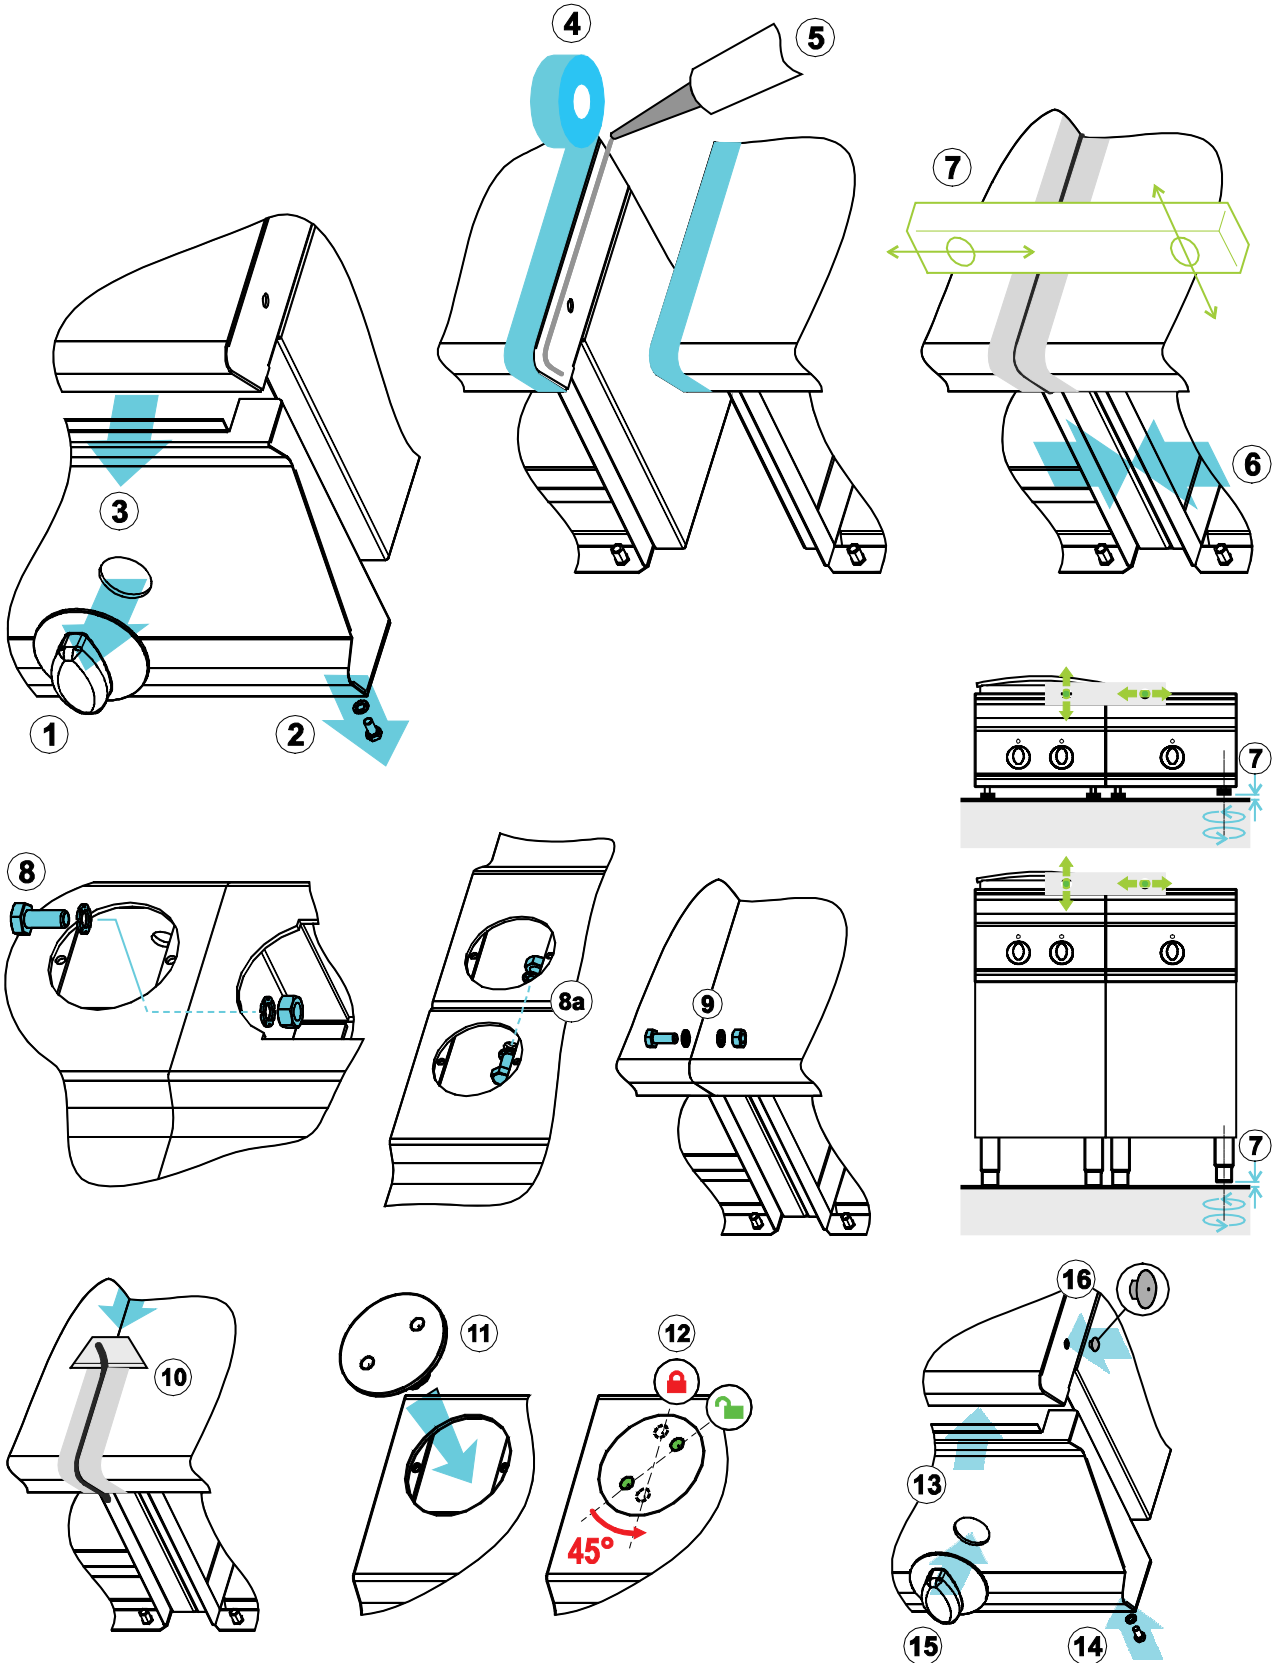

Fig.2 – Abb.2 – рис.2
Prima di procedere al collegamento rilevare i dati tecnici: tensione, frequenza, numero fasi e potenza sulla targhetta caratteristiche, necessari per l'alimentazione dell'apparecchiatura. L'installatore deve provvedere al collegamento previa interposizione di un interruttore principale, che deve interrompere l'erogazione d'energia in modo omnipolare. I contatti in apertura devono avere tra loro una distanza minima di almeno 3 mm per polo. Il dispositivo d'interruzione deve essere facilmente accessibile. Il cavo non deve essere posizionato vicino a fonti di calore; l'ambiente circostante al cavo non deve superare la temperatura di 50°C, deve essere protetto da un tubo metallico o di plastica rigida. L'apparecchio è fornito senza cavo d'alimentazione, quest'ultimo dovrà presentare caratteristiche non inferiori a H07 RN-F e dovrà avere una sezione minima come specificato in tabella. Per accedere alla morsettiera **|M|** fig.2 rimuovere il cruscotto svitando le viti poste nella parte inferiore del pannello stesso. Seguendo le indicazioni sullo schema elettrico, collegare i conduttori del cavo d'alimentazione
alla morsettiera. È indispensabile collegare l'apparecchiatura ad un'efficace presa di terra. A tale scopo in prossimità della morsettiera d'allacciamento, vi è una vite con il simbolo  al quale va allacciato il conduttore di terra. Prestare attenzione a far passare il cavo attraverso il passacavo **|P|** fig.2 vicino alla morsettiera, tenere inoltre il cavo in appoggio sul fondo bloccandolo con l'apposito pressa cavo **|AL|** fig.1. È indispensabile collegare l'apparecchiatura ad un'efficace presa di terra. L'apparecchiatura deve inoltre essere inclusa in un sistema equipotenziale. Tale collegamento viene effettuato mediante una vite contrassegnata dal simbolo  posta sul retro dell'apparecchio. Il filo equipotenziale deve avere una sezione di 10 mm².
- Ruotare la manopola **|A|** (fig.2) facendo collimare l'indice del cruscotto con la gradazione corrispondente alla temperatura di cottura desiderata.
pulsante |E| fig.2. Questa operazione deve essere eseguita da un tecnico specializzato.
asciugata con cura. I sughi vengono raccolti nel cassetto |B| fig.2; è consigliabile svuotare il cassetto giornalmente.
Before connecting the appliance note the specifications: voltage, frequency, number of phases and power on the data plate, relevant to the power input of the same. The installer must make the connection after having installed a main switch, which should disconnect every pole supplying electrical power to the appliance. The switch supplying electrical energy to the appliance must have a minimum distance of at least 3 mm between the poles when the contacts are open. The switch must be easy to reach. The power lead must not be installed anywhere near heat sources and the temperature of the place in which the cable is installed must not rise above 50°C. The cable must be protected by a rigid metal or plastic tube. The appliance is supplied without a power cable. The electric cable used to supply power to the appliance must at least meet H07 RN-F standards. It must have the minimum section indicated in the table (fig.1). To reach terminal board |M| fig.2, remove the control panel by loosening the screws on the lower part of the
Following the indications in the wiring diagram, connect the wires of the power cable to the terminal board. The appliance must be connected to a good earth. There is a screw marked with the symbol ⏏ near the terminal board where the earth conductor should be connected. Make sure you slide the cable through the relevant hole |P| fig.2 near the terminal board, hold the cable in place until you can block it with cable clamp |AL| fig.1. The appliance must be connected to a good earth. The appliance must also be connected to an equipotential earth. Connect the earth with the screw marked ⏏ on the rear panel of the appliance. The equipotential wire must have a section of 10 mm².
- Turn knob |A| fig.2 so that the indicator mark on the control panel corresponds to the desired cooking temperature.
To turn the appliance on again, press button |E| fig.2. This must be done by a specialised technician.